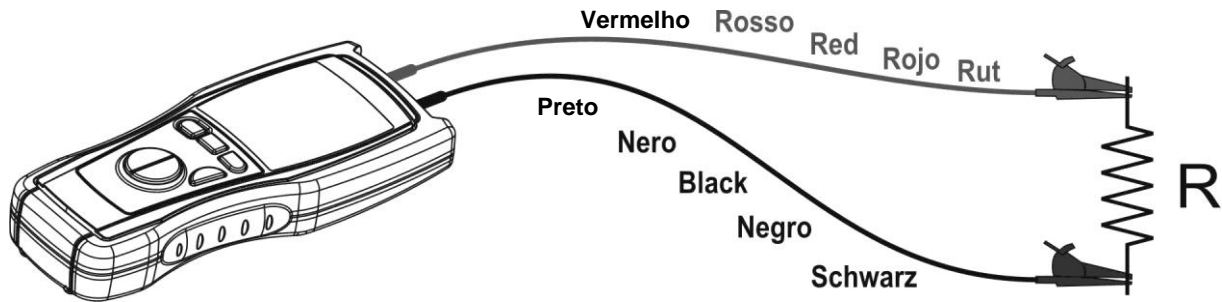

Fig. 4: Ligação dos terminais do instrumento para testes de Ω
5. Colocar as ponteiros nos pontos pretendidos do circuito em exame (ver Fig. 4).